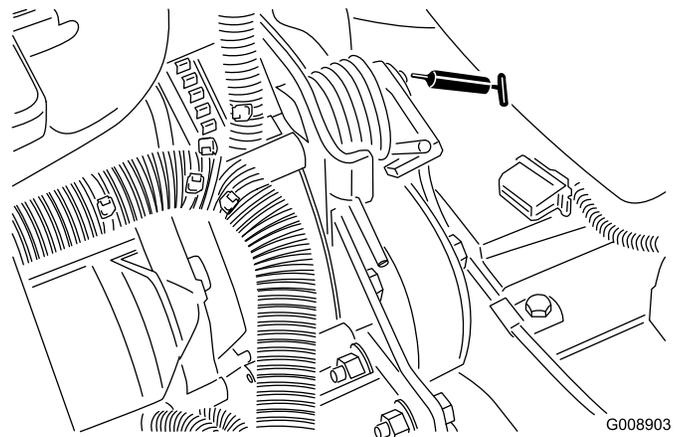

Figura 40
- Pivote de tensión de la correa (Figura 40)